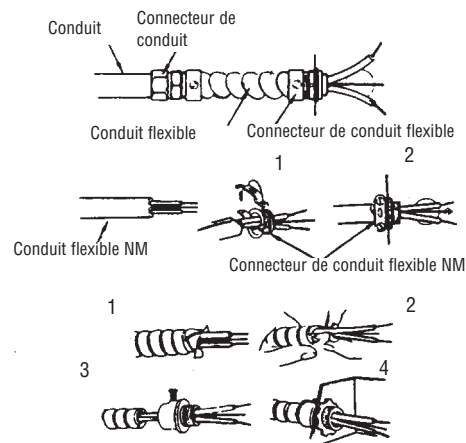

Figure 2 - Connecteurs, câble et matériel utilisés pour connecter l'UH724STA
**REMARQUE** : Pour certaines applications un conduit peut être nécessaire (voir la Figure 2). Vérifiez le contenu des normes électriques locales. Si le câblage passe dans un conduit, assurez-vous qu'il y aura assez de conduit flexible pour pouvoir tourner le radiateur si nécessaire.
2. Branchez les connecteurs de câble sur l'appareil (Voir la Figure 2) en glissez le fil calibre 8 dans le connecteur de câble. Tirez suffisamment de fil dans le connecteur pour pouvoir réaliser les raccordements.